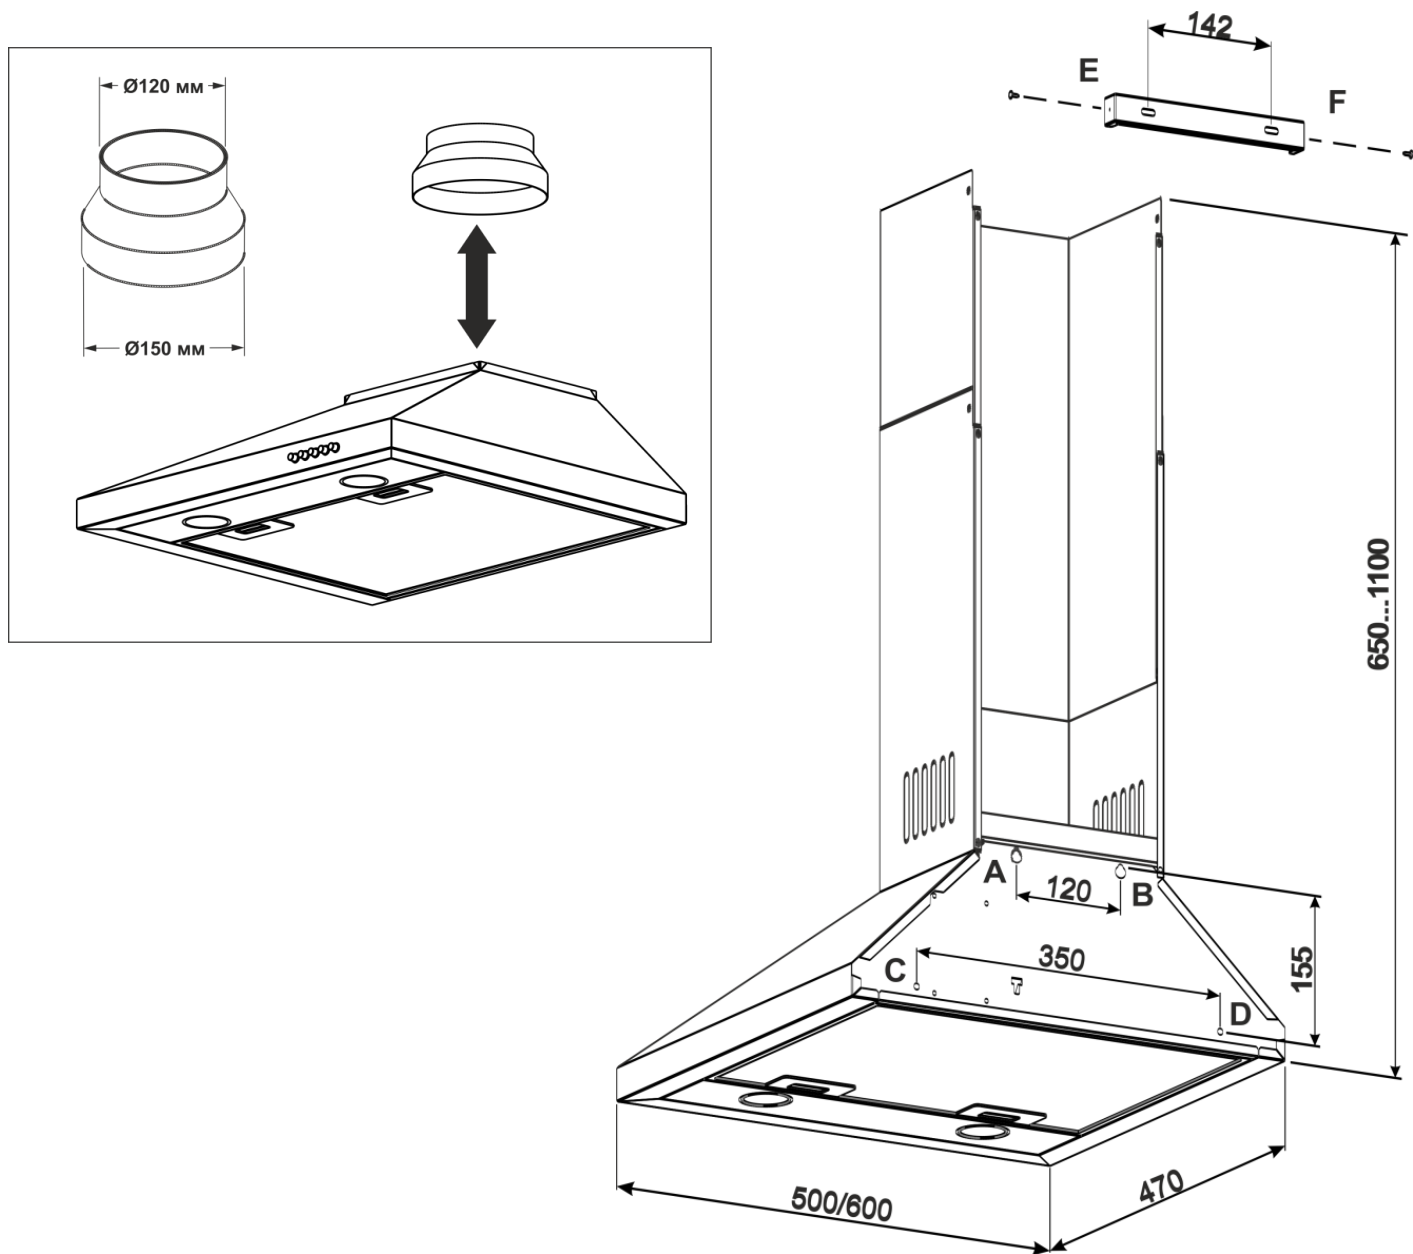

Рис.4
6.4 Проведіть розмітку кріпильних отворів корпусу на стіні кухні. Для цього виготуйте паперовий шаблон з координатами 4-х отворів на задній стінці корпусу (точки А, В, С, D див схема монтажу); прикладіть шаблон до стіни на необхідній висоті, що вказана вище, і вирівняйте його по рівню. (рис.4).
6.10 Установіть телескопічний коминак на корпусі витяжки. Підніміть верхню панель коминка з планкою під стелю, щоб він закривав повітровід вентиляції, і розмітьте по пазам планки 2 отвори під кріплення (т. Е, F) (рис.4).
6.14 Установіть зовнішню панель коминка в пази на корпусі витяжки, а внутрішню – підніміть вгору до суміщення отворів кріплення з планкою і з'єднайте їх з боків 2-ма шурупами **ПКГ 2,9x9,5** (**рис.4**).